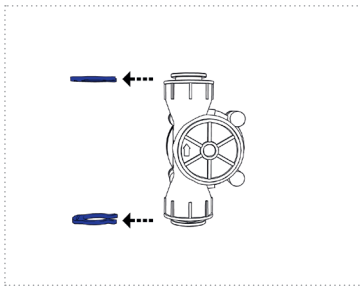
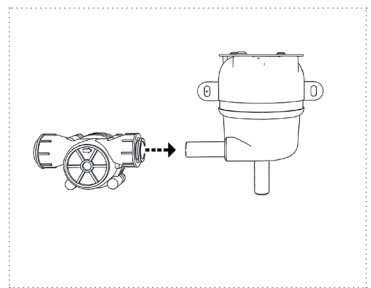
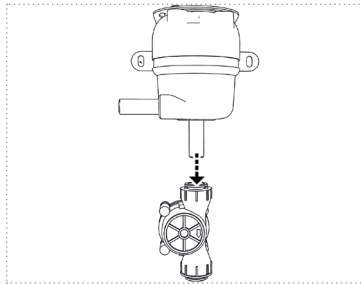

Abbildung 10
Abbildung 11a
Abbildung 11b
4. Entfernen Sie die Sicherungsringe am Durchflusssensor (*Abbildung 10*). Je nach Installationswunsch schieben Sie den Durchflusssensor auf den Wasseranschluss „IN“ oder „OUT“ des Reaktors (*Abbildung 11a und Abbildung 11b*).